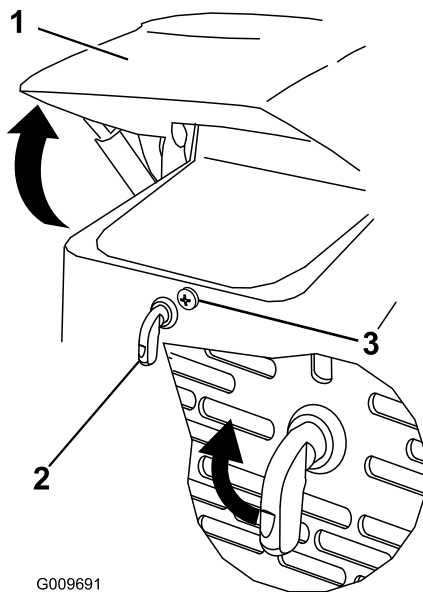

Figure 22
1. Desserrez la vis de verrouillage du capot (Figure 22)
2. Tournez le verrou du capot dans le sens horaire (Figure 22).
3. Soulevez le capot (Figure 22).
3. Serrez la vis de verrouillage du capot pour fixer le verrou (Figure 22).